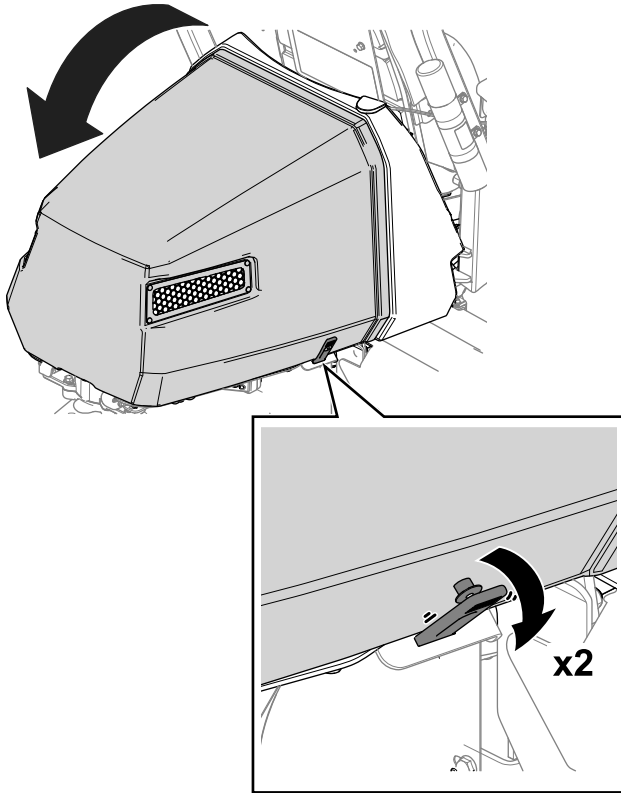

Figure 36
1. Détachez les attaches de chaque côté du capot (Figure 36).
2. Ouvrez le capot (Figure 36).